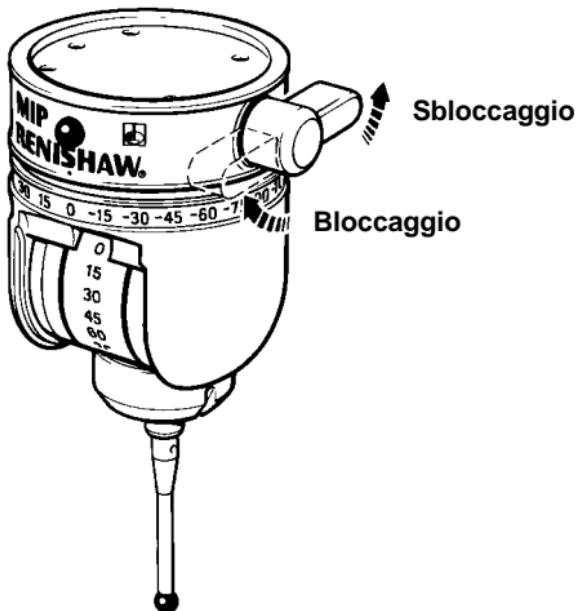

Figura 4 - Bloccaggio e sbloccaggio
5.1 Bloccaggio e sbloccaggio (Vedi Figura 4)